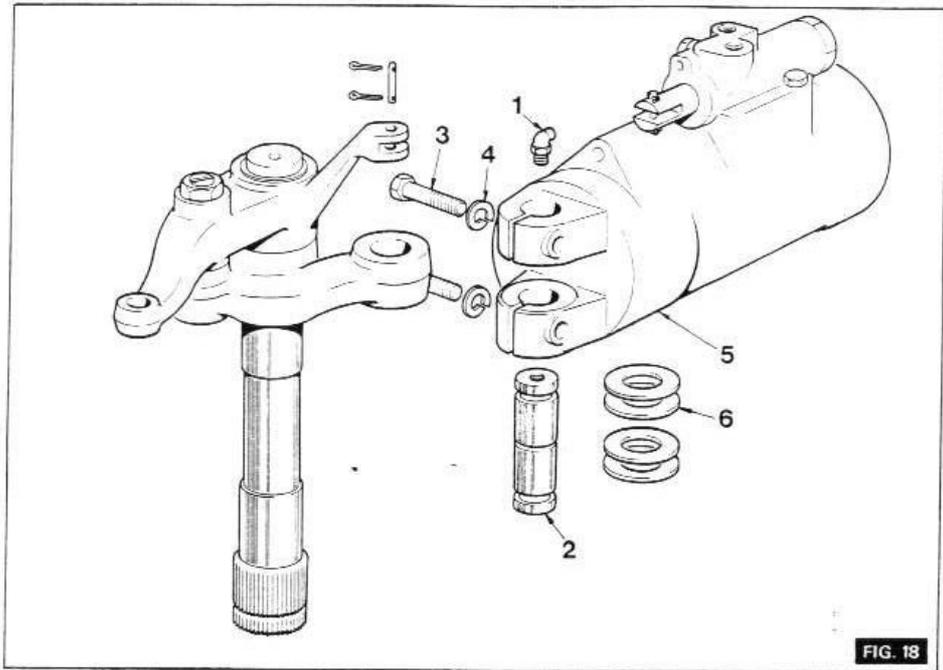

FIG. 18
- 7 - (figure 18) - Retirer le graisseur (1), les vis (3) et extraire l'axe (2) comme indiqué sur la figure 23.